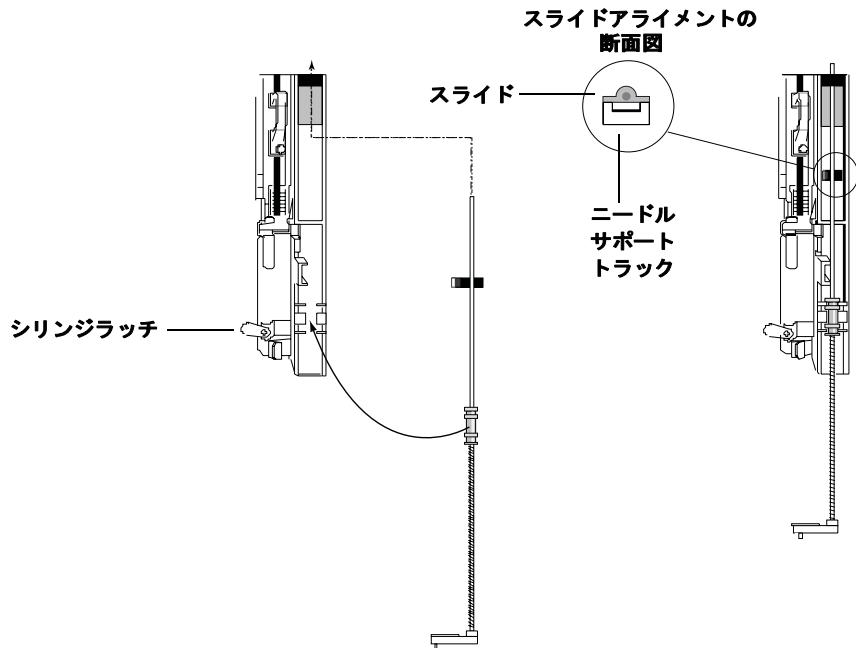

図66 ニードルサポートアセンブリを取り付ける
- 7 ニードルサポートアセンブリを回転させ、スライドの平らな表面がシリンジキャリッジのトラックを上下に滑るようにします(図66)。